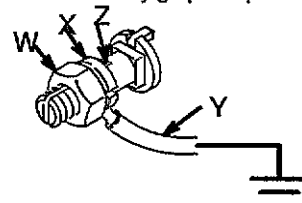

Fig. 1
1. Bomba: utilizar cable y grapa de puesta a tierra. Ver la Fig. 1.